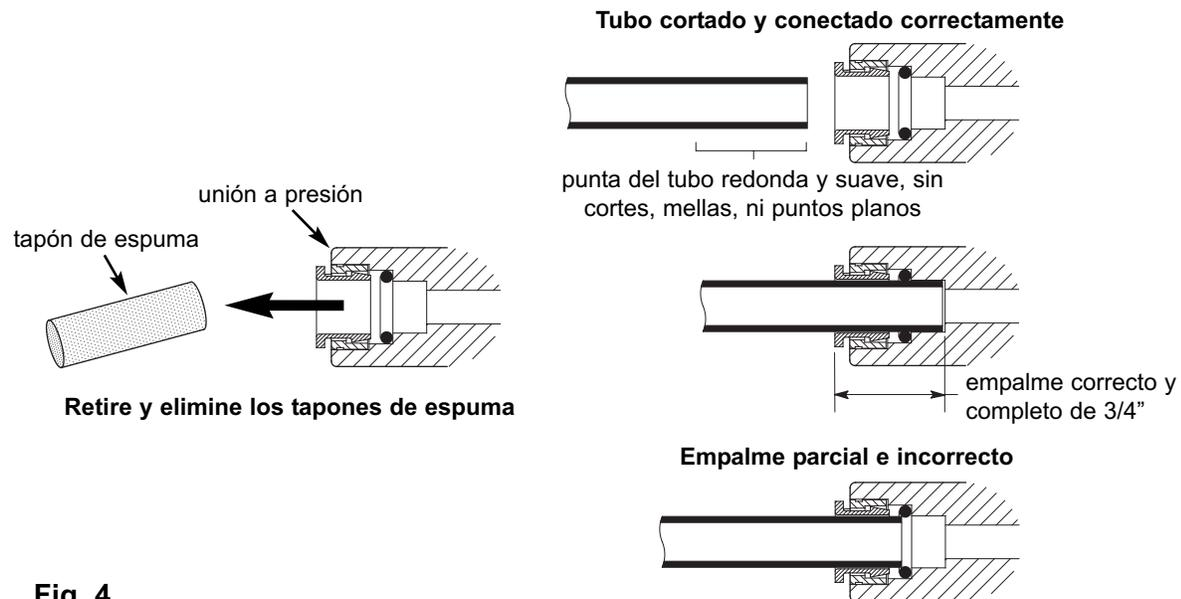

Fig. 4
**NOTA: Retire los tapones de espuma antes de conectar los tubos (Vea la Fig. 4). Elimine los tapones de espuma.**